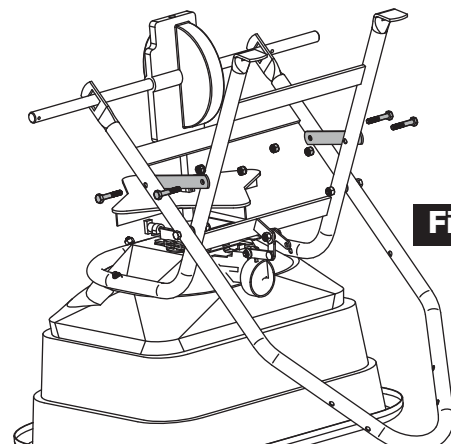

**Figure 2**
2. Insérez l'assemblage de l'essieu dans les trous carrés du support de l'essieu, comme illustré dans la figure 2.